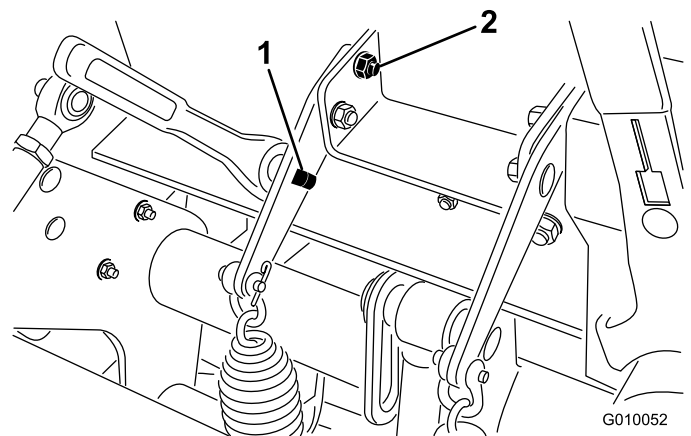

Figura 37
2. Introduzca una llave de carraca de 1/2 pulgada en el taladro cuadrado del soporte del muelle (Figura 37).